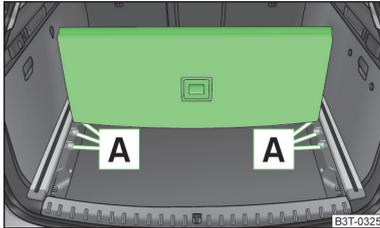

Abb. 96
- Den hinteren Rand in eine der Öffnungen **A** » Abb. 96 einsetzen.